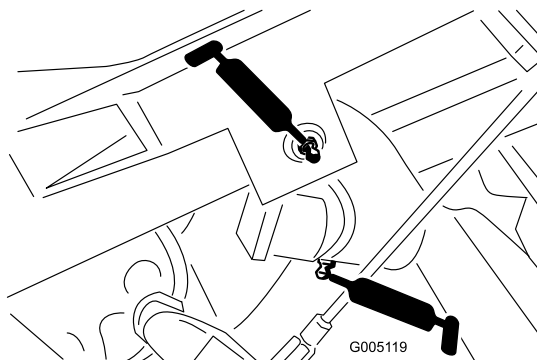

Figura 32
- Pivote del brazo de elevación (3) y bisagra del pivote (3) (Figura 32)